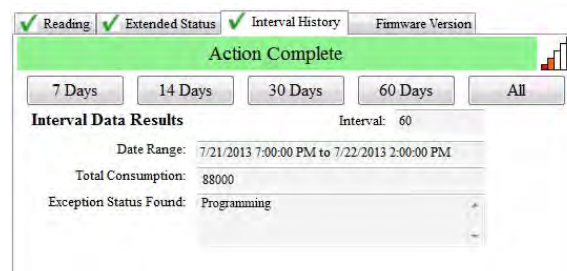

Figura 67: Resultados del historial de intervalos
**Estado de excepción encontrado:** Las alertas o los indicadores de estado de excepción aparecen en este campo. En la Figura 67, "Programming" significa que las configuraciones del transmisor se cambiaron a través de IR.